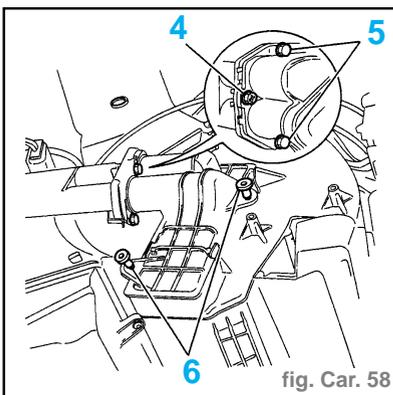

fig. Car. 58
- Fixer l'ensemble tuyaux de l'aérotherme sur l'aérotherme à l'aide de vis écrous (4) et (5) (fig. Car.58).